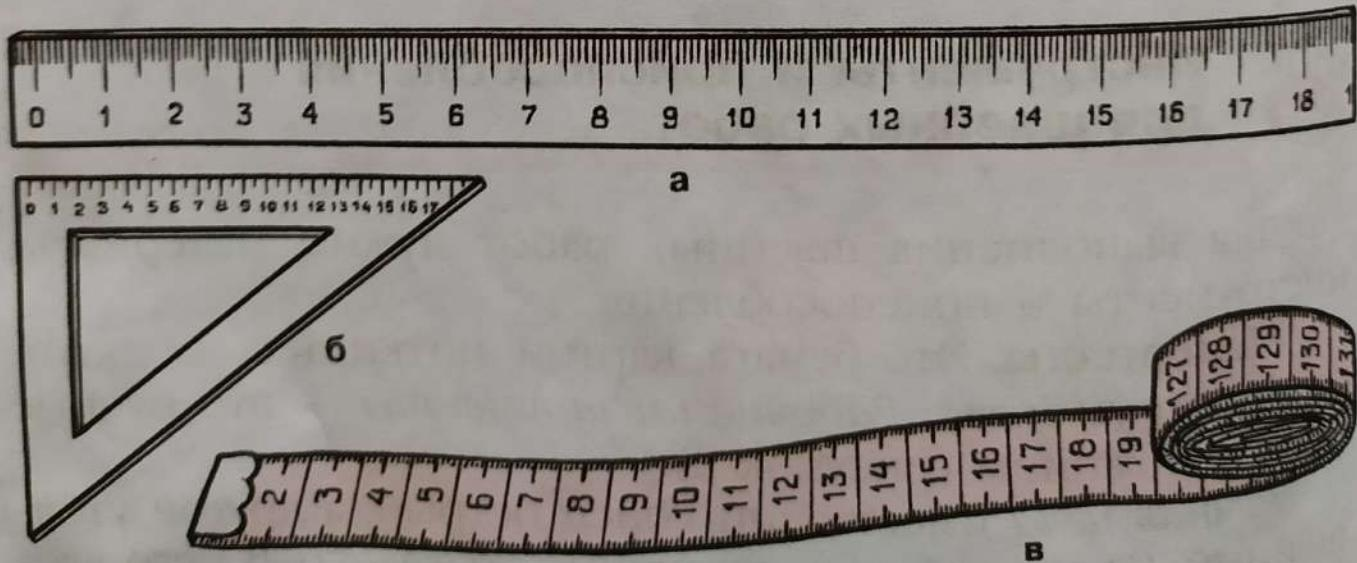

Рисунок 3. Измерительные инструменты для швейных работ:
*Измерительные инструменты* — это сантиметровая лента, линейка и угольник (рисунок 3).